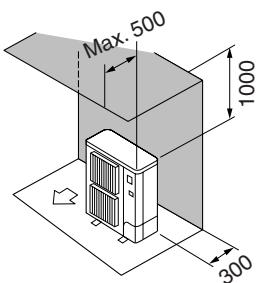

Fig. 2-3
- ② Enbart hinder på baksidan och ovansidan (Fig. 2-3)